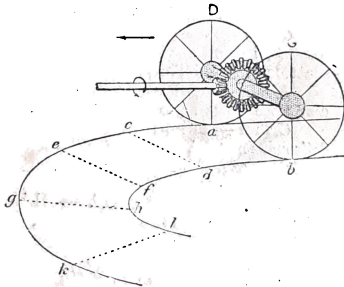

Fig. 175. — Schema dei percorsi in una curva di due ruote solidali collo stesso asse.
2. Vediamo ora come il caso sia diverso per due ruote motrici come quelle di un'automobile (fig. 175).